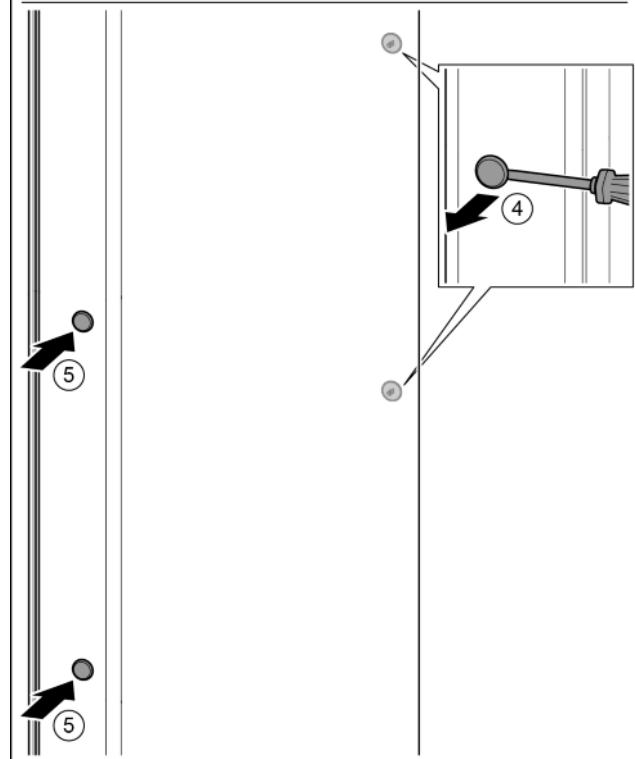

Fig. 17
- Skinite pokrov. Fig. 17 (1)
- Odvijačem T15 odvijte vijke. Fig. 17 (2)
- Skinite ručicu. Fig. 17 (3)
- Odvijačem oprezno podignite bočni čep i izvucite ga. Fig. 17 (4)
- Ponovo umetnute čep na drugoj strani. Fig. 17 (5)